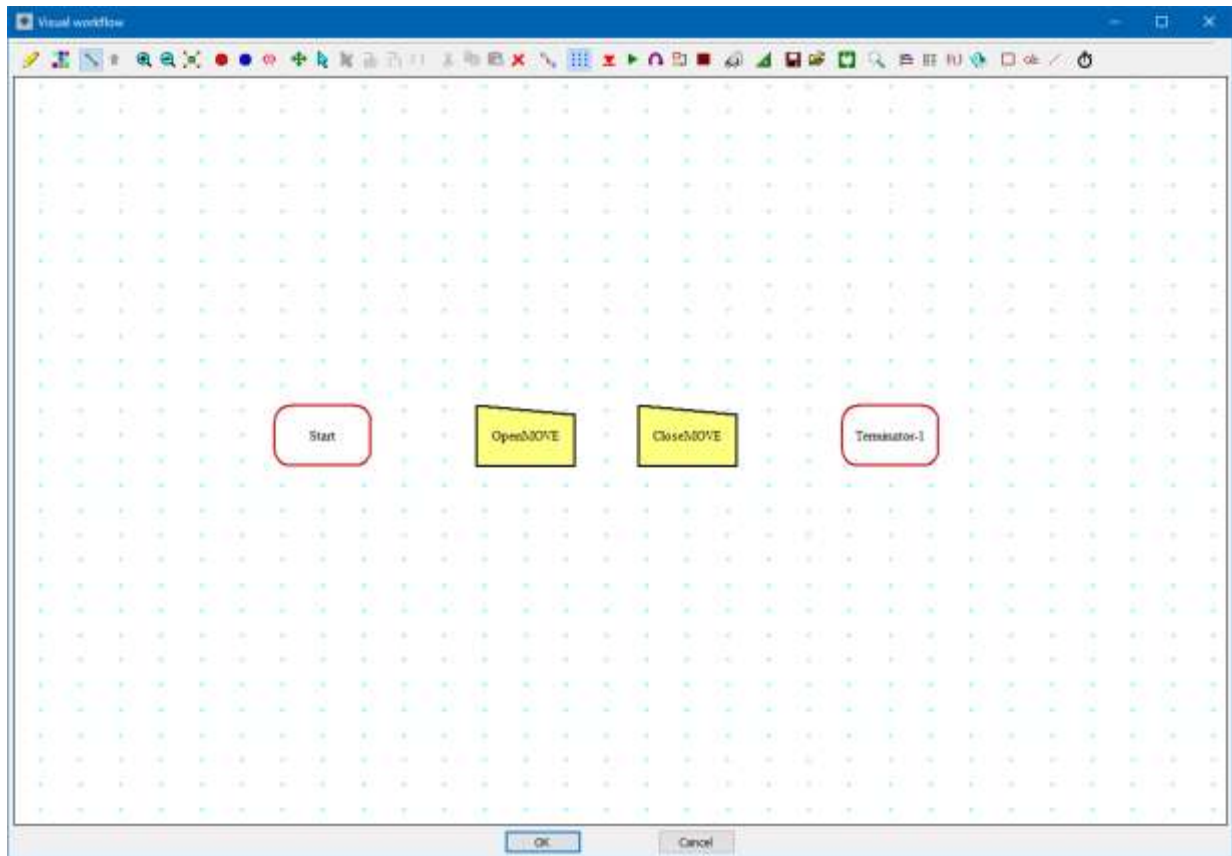

Рисунок 17: Візуальний редактор робочого циклу з двома операціями (*OpenMOVE* та *CloseMOVE*) і створеним термінатором (*Terminator-1*).
63. У візуальному редакторі робочого процесу клацніть лівою кнопкою миші праворуч від елемента *CloseMOVE*. У вікні під назвою «*Terminator-1*» з'явиться елемент «Terminator» (рис. 17).